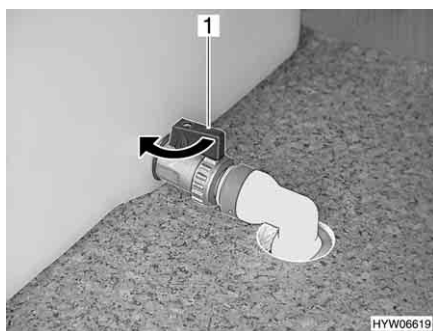

Fig. 200 Serbatoio dell'acqua
- Ruotare il rubinetto di scarico acqua (Fig. 200,1) sul serbatoio dell'acqua nella direzione **opposta** a quella della freccia. L'acqua fuoriesce.